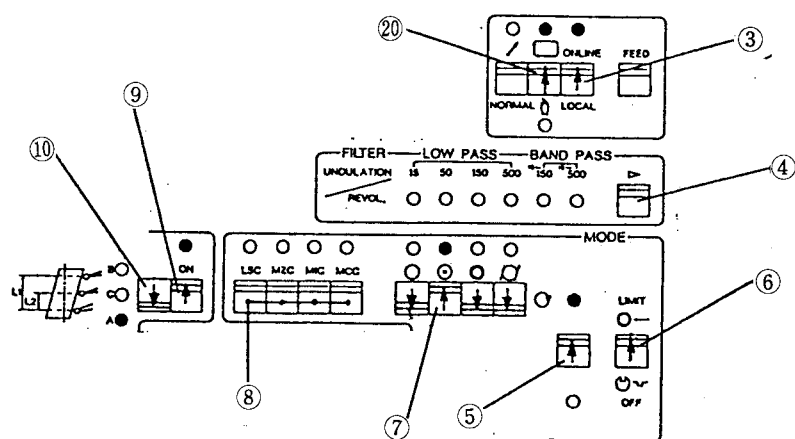

図 5-21
② 測定条件設定
- (1) ③、⑤、⑥、⑦、⑨のスイッチを図5-21の様に設定する。
- (2) 真円度判定モード指定スイッチ⑧より偏心補正方法の選定をする。
- (3) FILTER切替スイッチ④により使用したいフィルタ値を選定する。
- (4) A-B-C切替スイッチ⑩のAを指定する。